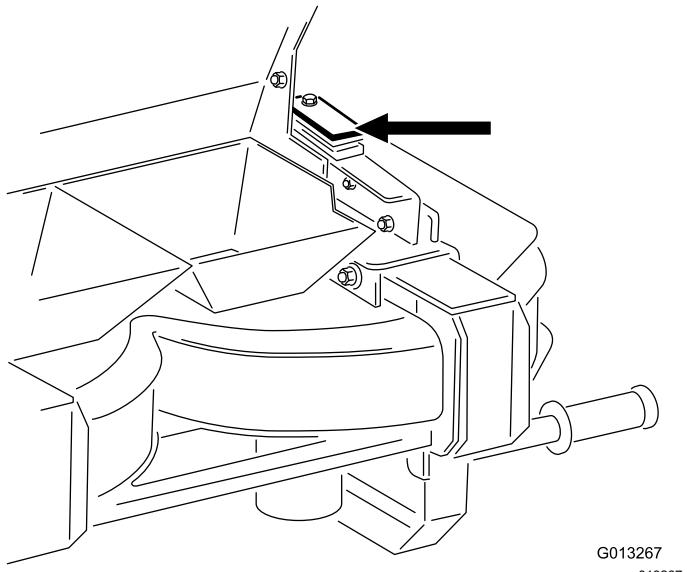

Figura 2
1. Se si intende utilizzare uno spargitore sullo stesso spargitore Top Dresser, rimuovete il distanziale superiore in plastica da 9,5 mm ($\frac{3}{8}$ ") come illustrato in Figura 2, così come il distanziale in metallo da 6,4 mm ($\frac{1}{4}$ "), e sostituiteli con i distanziali in plastica e in metallo forniti. In questo modo le piastre delle guide laterali montate in precedenza rimarranno in posizione indipendentemente dall'installazione di uno spargitore o di un kit trasportatore e snodo.